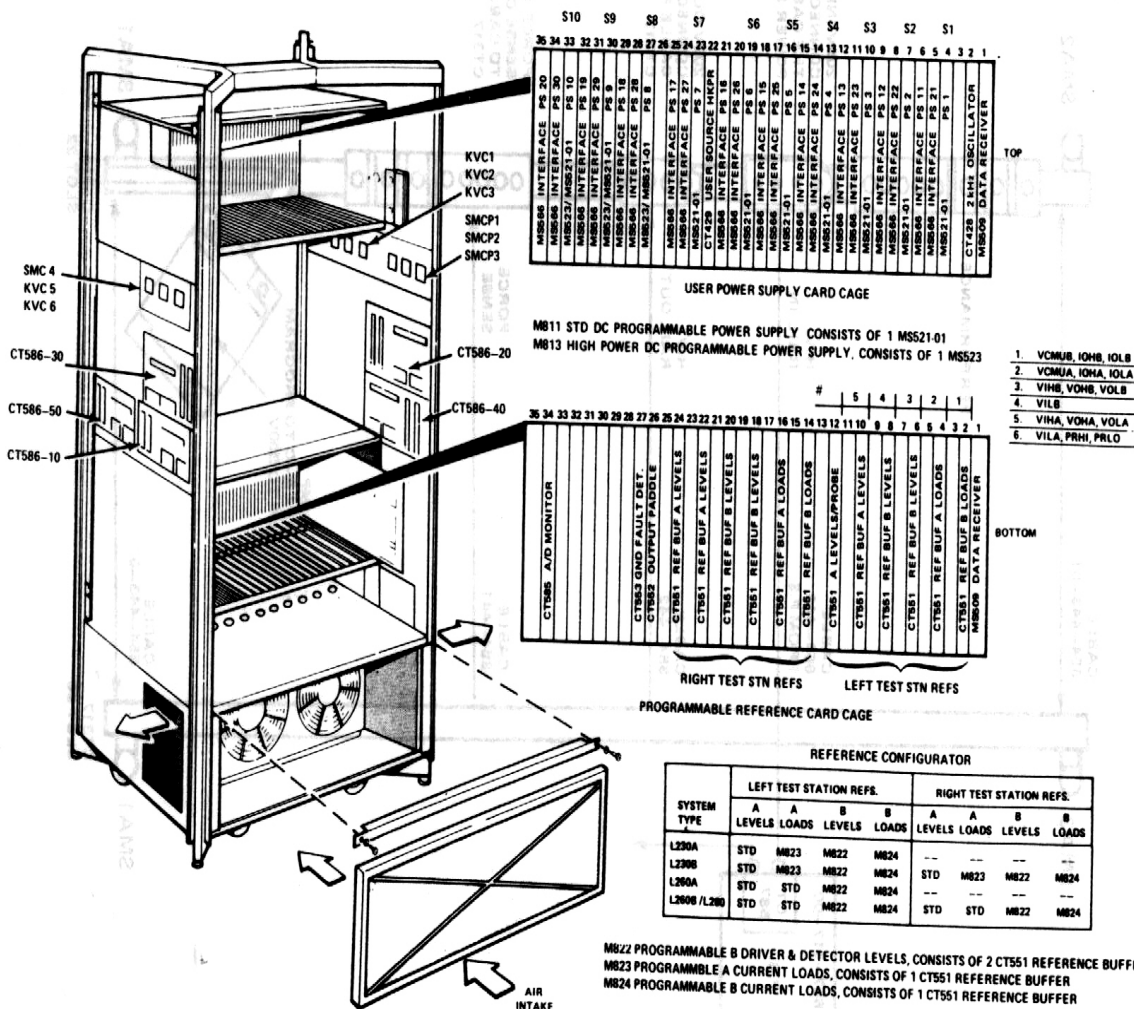

Figura 1-23 Kiosco 3 (Vista posterior).
1. Con el sistema de prueba apagado (desde el RSX, teclee " CTRL + P " , entonces teclee " H " y gire el switch de poder en el kiosco 1 de mano derecha a la posición OFF). Introduzca la tarjeta de fuente de alimentación (MS521-01 o MS523) dentro del slot especificado al cliente de la jaula de tarjetas de la fuente de alimentación del usuario (refierase a la figura 1-23).
2. Introduzca la tarjeta CT551 dentro del slot relevante de la jaula de tarjetas de referencia programable (refierase a la figura 1-23). El arma-correa ,el blanco estan marcados como la principal referencia en cada tarjeta. Los cables ya estan instalados en orden relativo. Conecte el cable (seis conectores) a cada tarjeta CT551 (la localizaciones de los conectores son "naturales "). Conecte el cable sensible al estirón J1 en la CT551.